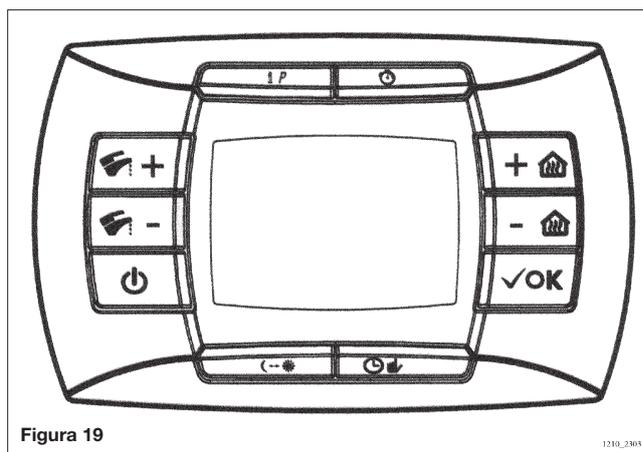

Figura 19
- premere e mantenere premuto il tasto  e successivamente premere il tasto  (vedere figura 19).